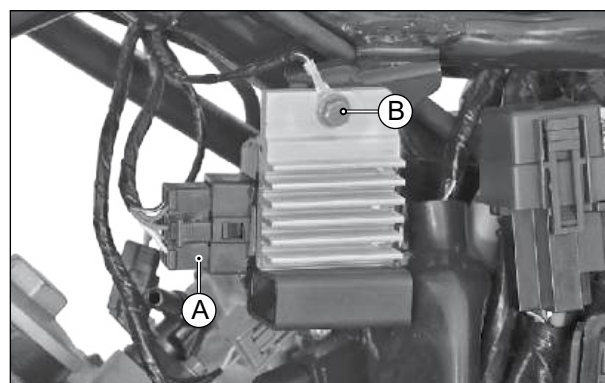

Fig. 5.42
- Desconecte cuidadosamente o conector (A) do regulador/retificador. (Fig. 5.42)
- Remova o parafuso (M6x16) (B), o terminal olhal de aterramento e remova o regulador/retificador. (Fig. 5.42)